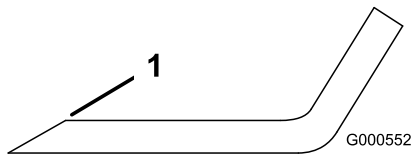

Figura 117
- Utilice una lima para afilar el filo de corte en ambos extremos de la cuchilla (Figura 117).
Nota: Si la cuchilla no está equilibrada, rebaje algo el metal en la parte de la vela solamente (Figura 117).